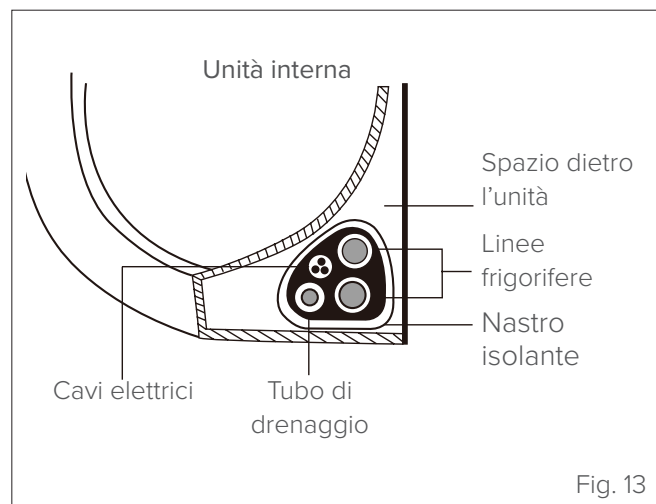

Fig. 13
- 1 Assemblare il tubo di drenaggio, i tubi del refrigerante e i cavi come indicato nella "Fig. 13".
- 3 Usando un nastro isolante, avvolgere insieme i cavi elettrici, i tubi del refrigerante e il tubo di drenaggio. Controllare che tutti i componenti siano uniti come indicato nella "Fig. 13"